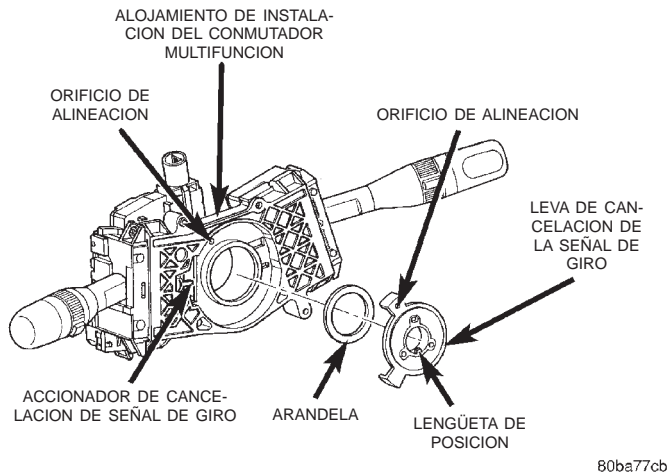

Fig. 13 Alineación de la leva de cancelación de la señal de giro
(1) Instale la arandela de plástico sobre las tres patas situadas en la parte posterior de la leva de cancelación de la señal de giro.
(2) Instale la leva de cancelación de la señal de giro en el alojamiento de instalación del conmutador multifunción. Asegúrese de que los extremos escalonados de las tres patas situadas en la parte posterior de la leva se acoplen detrás del reborde de la parte superior de la maza central del alojamiento de instalación del conmutador multifunción.
(3) Haga girar la leva de señal de cancelación en el alojamiento de instalación del conmutador multifunción hasta que el orificio de instalación situado en una de las excéntricas se alinee con el orificio de alineación situado en la parte posterior del alojamiento. Ahora el orificio alargado en la maza de la leva debería estar arriba y la lengüeta de posición en la maza de la leva debería estar abajo (Fig. 13).
(4) Deslice el muelle de reloj hacia abajo por el árbol superior de la columna de dirección.
(5) Mientras sujeta la maza centrada del muelle de reloj y la caja sin que se muevan, una en relación a la otra, alinee los tres pasadores situados en la maza del muelle de reloj con los tres orificios situados en la maza de la leva de cancelación y asíntelos. Debe observarse que cuando el muelle de reloj está correc-